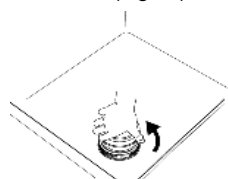

Fig.44
- 2- Dévisser le bouchon de la réserve à sel placé à l'intérieur de la cuve. (Fig.44)